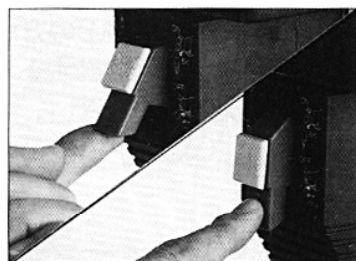

図13-2
- (2) スイッチは、手前に引くとON、押すとOFFです。図13-2
(3) スイッチをONにし、スイッチキーを抜いてもモーターは回っています。スイッチキーがなくてもOFFにはできますが、ONにはできません。